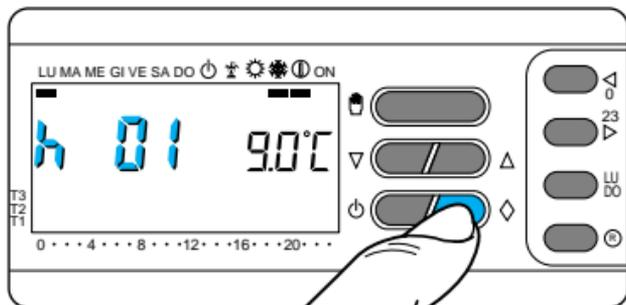

Fig. 56
**10.3** - Pulse una sola vez el botón ◇ (fig. 56).